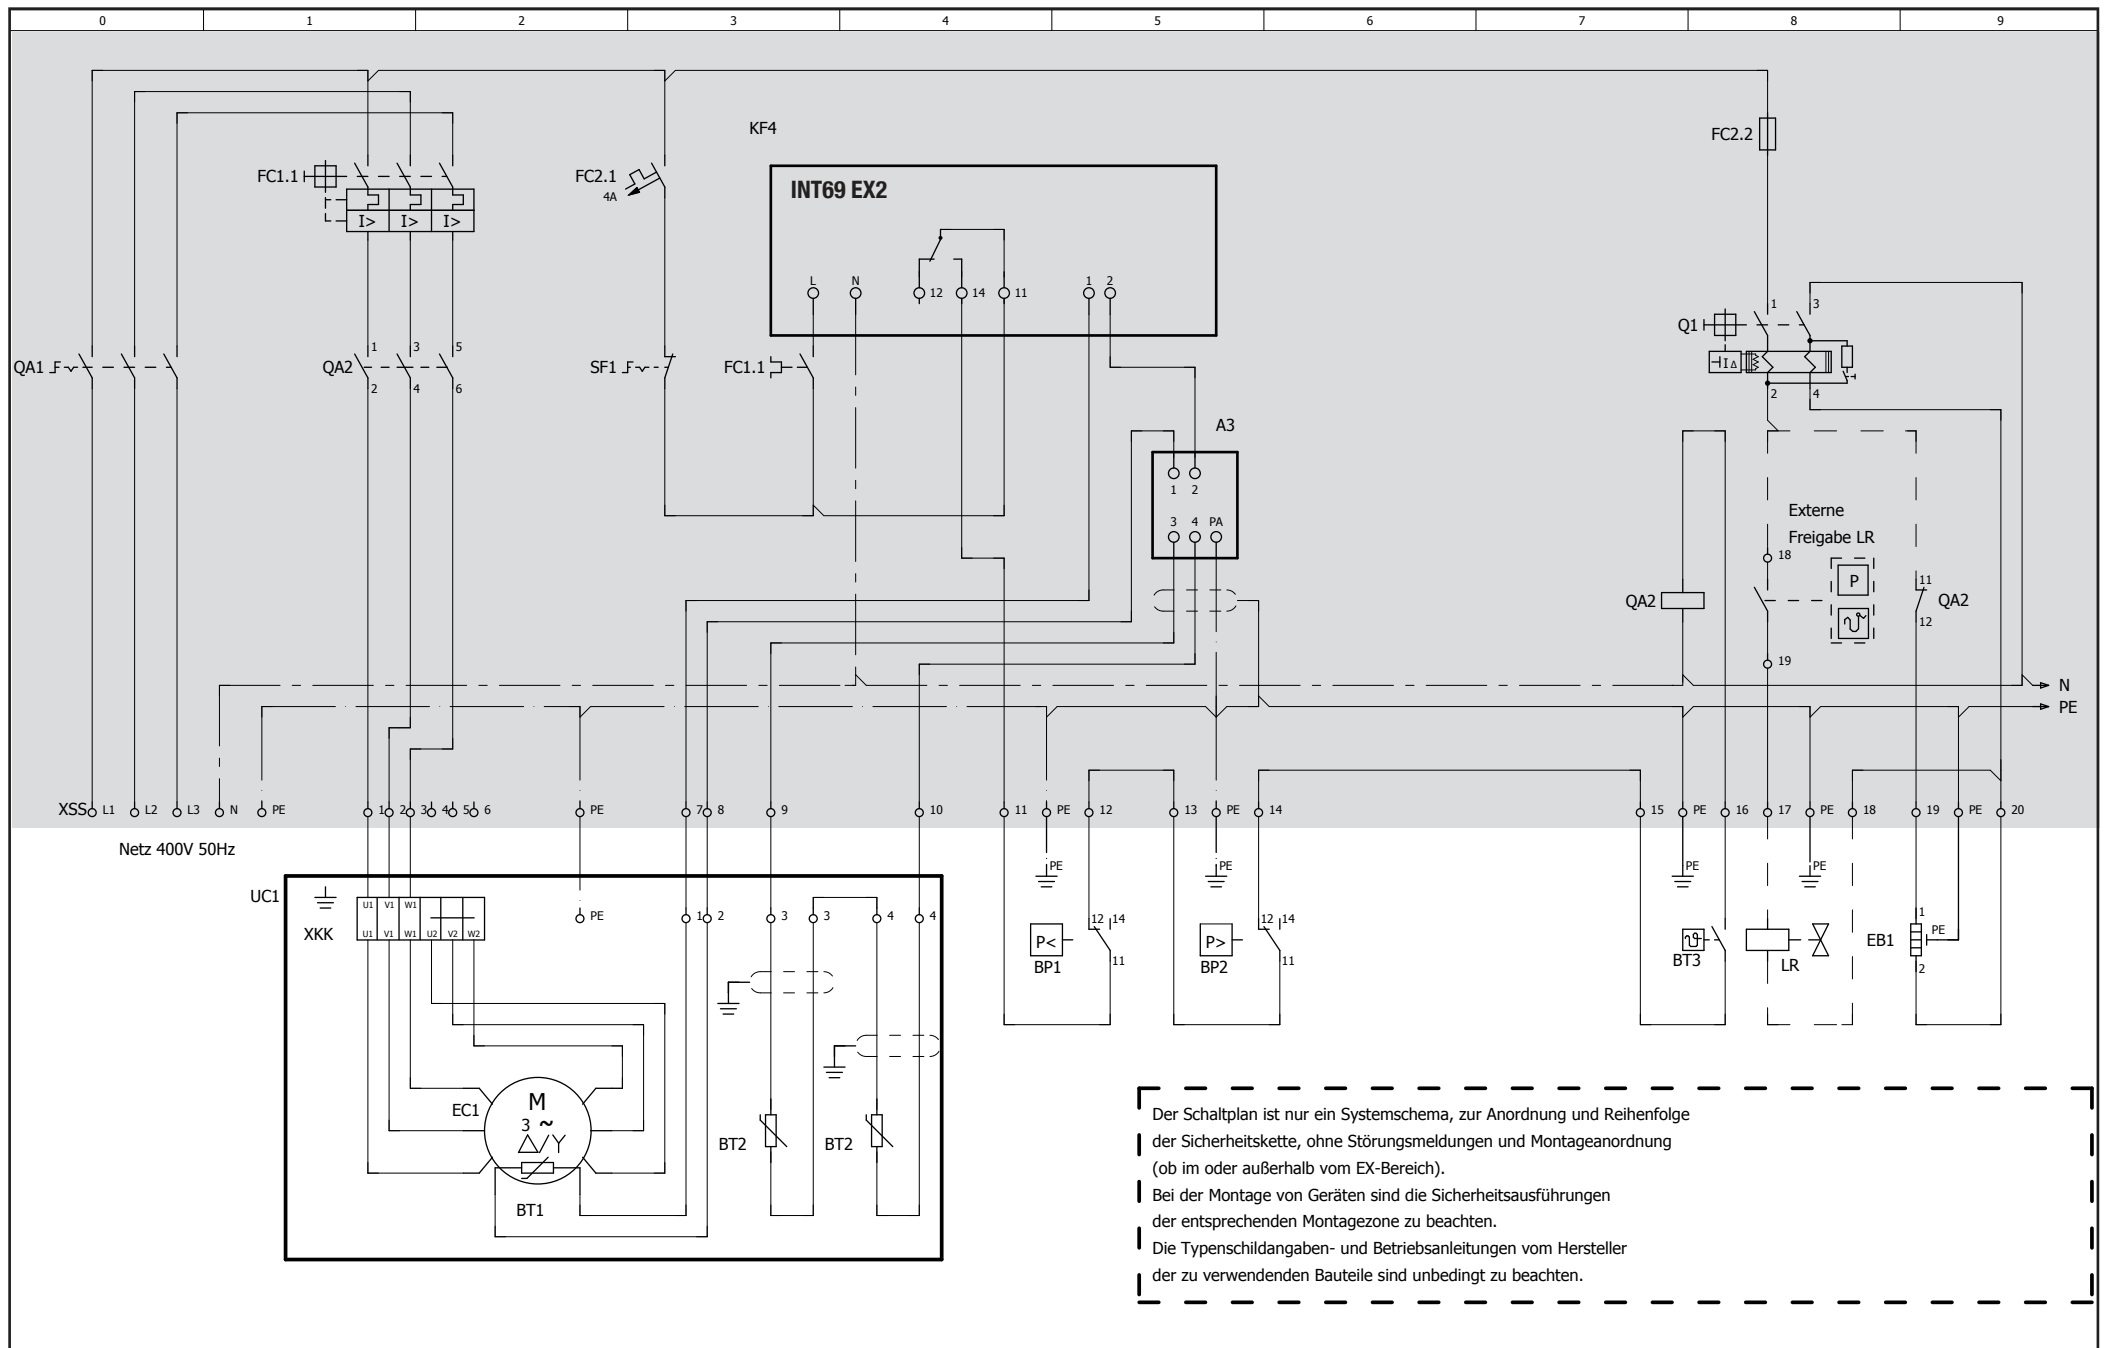

Abb. 19
- Den Anschluss des Verdichtermotors gemäß Schaltplan (s. Abb. 19 bzw. Aufkleber Innenseite Klemmenkasten) vornehmen. Beim Anschließen örtliche Sicherheitsbestimmungen für Elektroarbeiten, Sicherheitsnormen (innerhalb der EU: EN 60204, EN 60335 u.a.) und Vorschriften für die Errichtung von Elektroanlagen in explosionsgefährdeten Bereichen (innerhalb der EU: EN 60079-14 u.a.) einhalten.
Kaltleiter-Temperaturfühler (PTC) des Verdichtermotors, Wärmeschutzthermostate der Zylinderdeckel, Druck- und Temperaturüberwachung der Anlage gemäß Schaltplan (Abb.19) verdrahten. Anschluss der PTC-Fühler beachten.